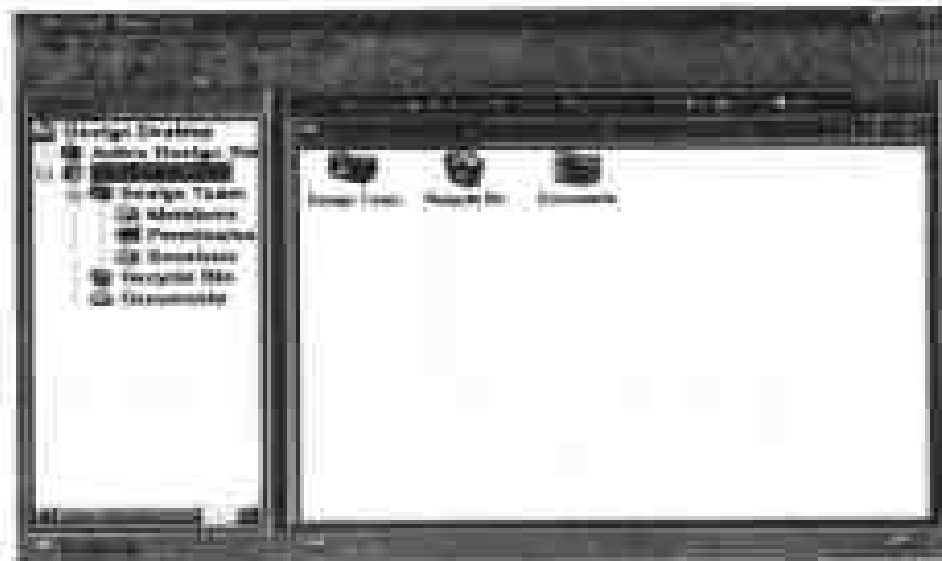

图 2-1 启动原理图设计环境
(1) 启动 Protel 99 系统后,单击 File/New 命令建立一个新的设计数据库文件,或单击 File/Open 命令打开一个已经存在的设计数据库文件。
(2) 系统载入设计数据库后,将显示如图 2-1 所示的界面。
(3) 单击 File/New 命令,弹出 New Document 对话框,选择画原理图的 Schematic